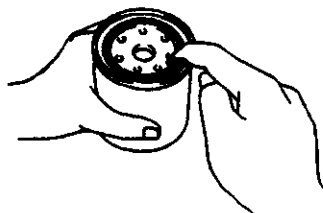

图 2-120 在密封垫上涂机油
-119 所示。安装时，应在密封垫的表面涂上一层机油，如图 2-120 所示。
④ 先用手充分拧紧滤清器，保证安装位置正确。然后用工具拧紧。